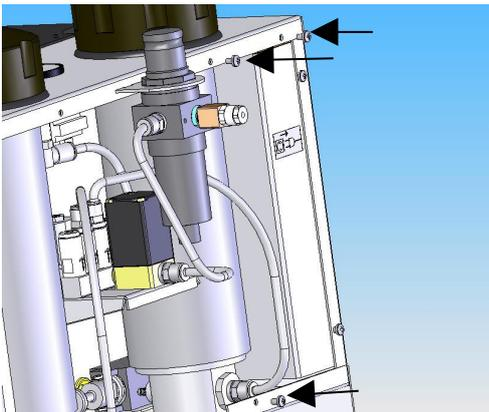

Bild 3
- Schrauben Sie die dem Zusatz-Tank beiliegenden Schrauben lose in das Gehäuse des Gobi-2. **Bild 3 und 4**